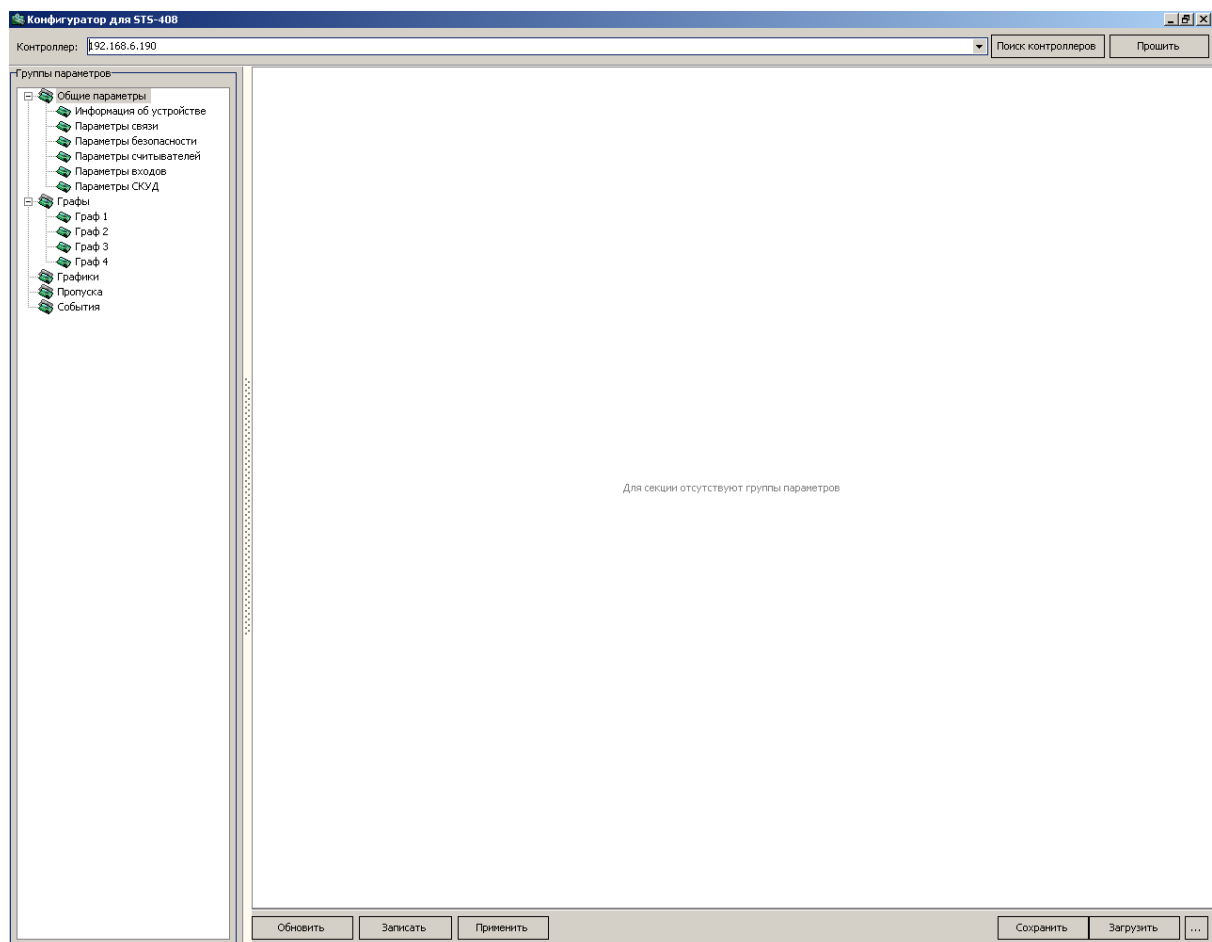

Рисунок 26
- 4) нажать кнопку «Поиск контроллеров» или ввести IP-адрес контроллера (Рисунок 26);